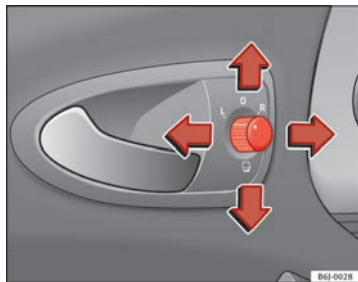

Abb. 67 Drehknopf für Außenspiegeleinstellung
1. Drehen Sie den Drehknopf $\Rightarrow$ Abb. 67 zunächst in Stellung **L** (linker Außenspiegel).
- Drehen Sie den Drehknopf $\Rightarrow$ Abb. 67 in Stellung $\square$, um die Außenspiegel anzuklappen. Sie sollten die Außenspiegel immer anklappen, wenn Sie eine automatische Waschanlage durchfahren, um Beschädigungen zu vermeiden.